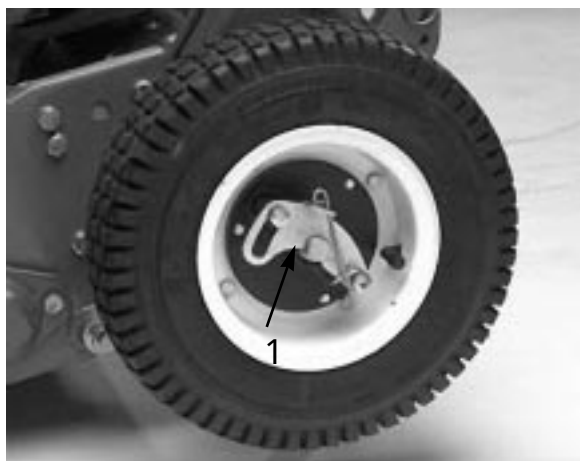

図 5
5. アクスルの露出部にネバーシーズを塗り、タイヤを取り付ける（図 5）。
6. ロッキング・クリップを開き、タイヤを更に奥に押し込む（図 5）。